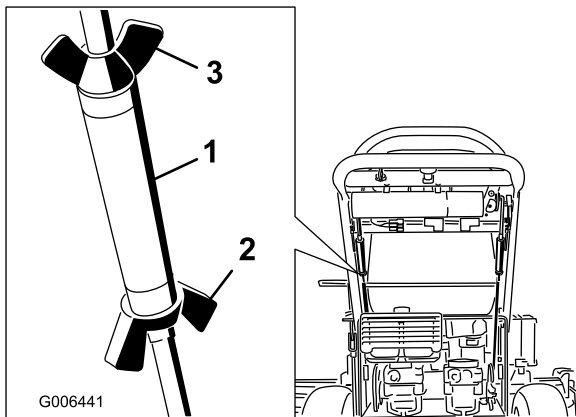

Bild 45
3. Befestigen Sie die Spannschraube mit der Flügelmutter (Bild 45).
5. Befestigen Sie die Spannschraube mit der Flügelmutter (Bild 45).